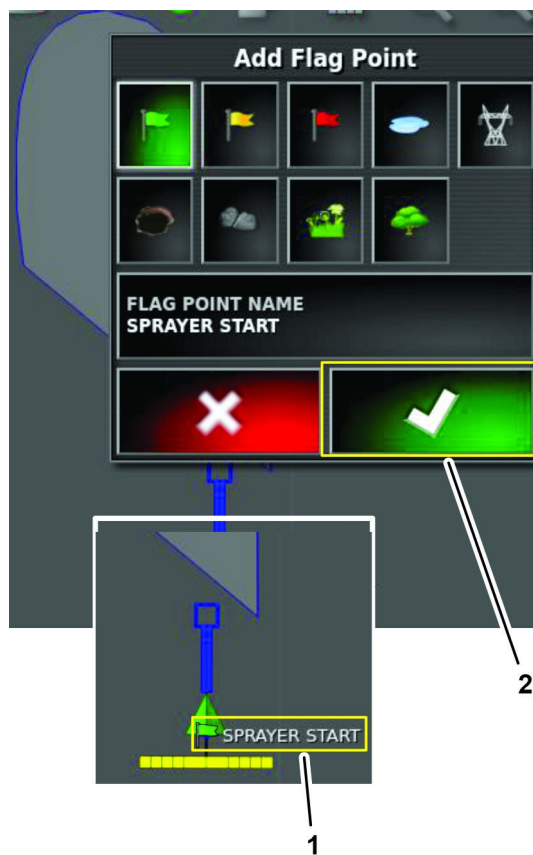

Рисунок 82
6. В диалоговом окне «Добавить точку с флажком» нажмите на значок подтверждения (Рисунок 82).